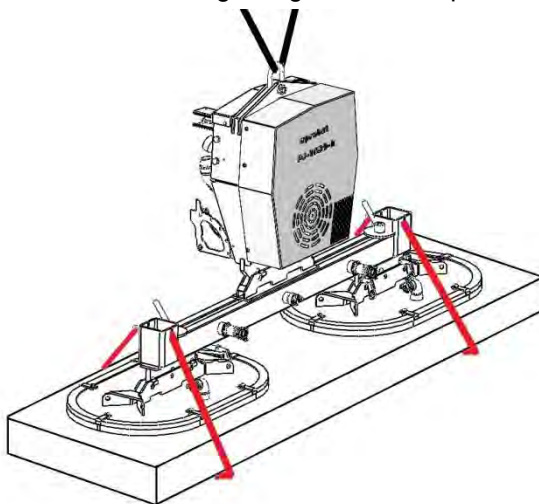

Abb. 1
Die Saugplatten müssen immer den *gleichen* Abstand (A) zur senkrechten Mittelachse der Traverse haben (siehe Abbildung 1).
- Beide Lastsicherungsketten auf der anderen Seite des Gerätes **straff** einhängen, wie im Bild 1 dargestellt. (Kettenenden in den Kettenkästen verstauen).
- **müssen straff an der Last anliegen**, damit bei **Vakuumausfall/Verlust** (z.B. bedingt durch Energieausfall) die Last durch die Lastsicherungsketten gehalten wird (Abb. 1).